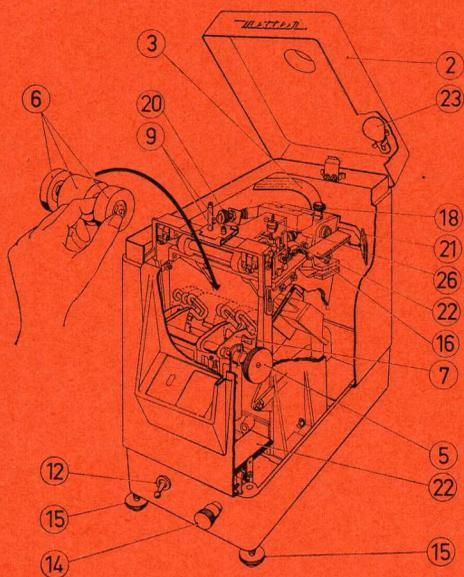

Fig. 1
L'index de l'écran doit recouvrir les divisions de l'échelle mobile, comme le montre la figure 3. Si le chevauchement n'est pas exact, on obtient le réglage correct en appuyant latéralement sur le miroir (21) dans le sens de la flèche (voir fig. 1).